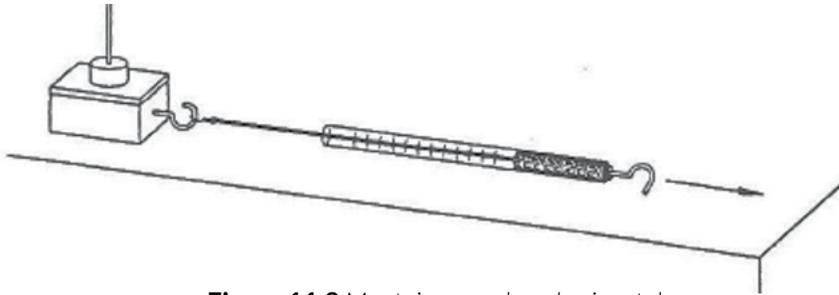

Figura 11.3 Montaje para plano horizontal
2. Coloque el taco de fricción de modo que esté apoyado en la superficie de madera sobre el plano sobre el plano horizontal. Ponga pesos sucesivos en el taco (figura 11.3) y hale hasta que se tenga un movimiento con velocidad constante. Lleve los datos a la tabla 11.1 de la cartilla.